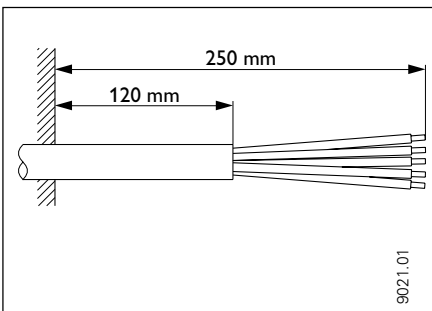

Abb. 8
- Anschlussleitung vorbereiten, siehe Abb. 8.